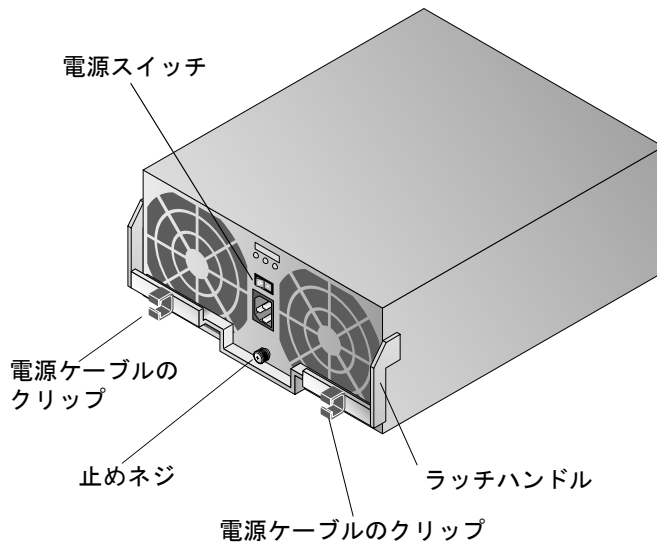

図 6-9 電源 / ファン一体ユニット
1. 電源 / ファン一体ユニットの電源スイッチを押して、ユニットの電源を切断します (図 6-9)。
3. 電源 / ファン一体ユニットのケーブルクリップから電源ケーブルを外します (図 6-9)。